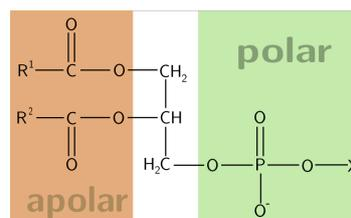
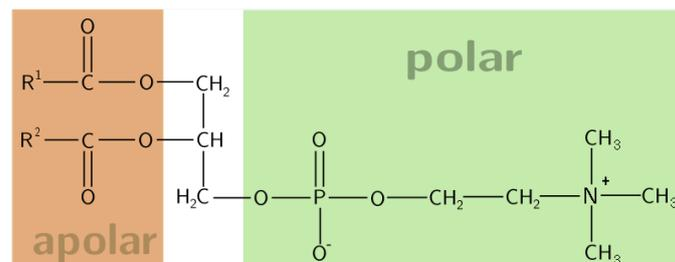
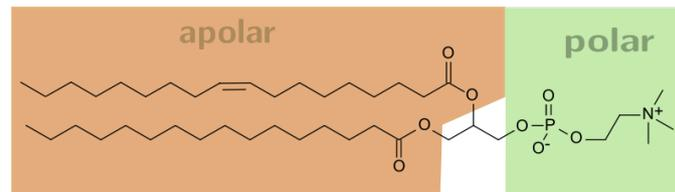

Abb. 1: Allgemeine Struktur von Phosphoglyceriden
Abb. 2: Allgemeine Struktur von Phosphatidylcholinen
Abb. 3: Phosphatidylcholin mit Palmitinsäure
*Lecithine* (Phosphatidylcholine) sind eine weit verbreitete Verbindungsgruppe, die zu der übergeordneten Gruppe der Phosphoglyceride zählt. Phosphoglyceride (Abb.1) sind Verbindungen, die mit Glycerin und zwei Fettsäuren einen Dicarbonsäureester bilden. Dieser Teil der Phosphoglyceride entspricht dem Aufbau von gewöhnlichen Fetten. Die dritte OH-Gruppe des Glycerins bildet jedoch mit einem Phosphat-Ion einen Di-Phosphorsäureester; einerseits mit Glycerin und andererseits mit einer weiteren, nicht näher definierten funktionellen Gruppe X. Die Gruppe X ist im Fall der Lecithine (Abb.2) Cholin. Cholin ist eine quartäre Ammoniumverbindung, trägt also eine positive Ladung und ist ein Kation. Die Phosphat-Gruppe liegt über einen breiten pH-Bereich als Anion vor, trägt also eine negative Ladung. Somit kann man Lecithine als Zwitterionen bzw. *Innere Salze* auffassen. Lecithine haben keinen charakteristischen Schmelzpunkt, da die Verbindungen unterschiedliche Fettsäurezusammensetzung haben. Abb. 3 zeigt ein konkretes Beispiel eines Lecithins mit Palmitinsäure und Ölsäure. Ungesättigte Fettsäuren wie Ölsäure oder Linolensäure sind bei Lecithinen recht häufig vertreten.